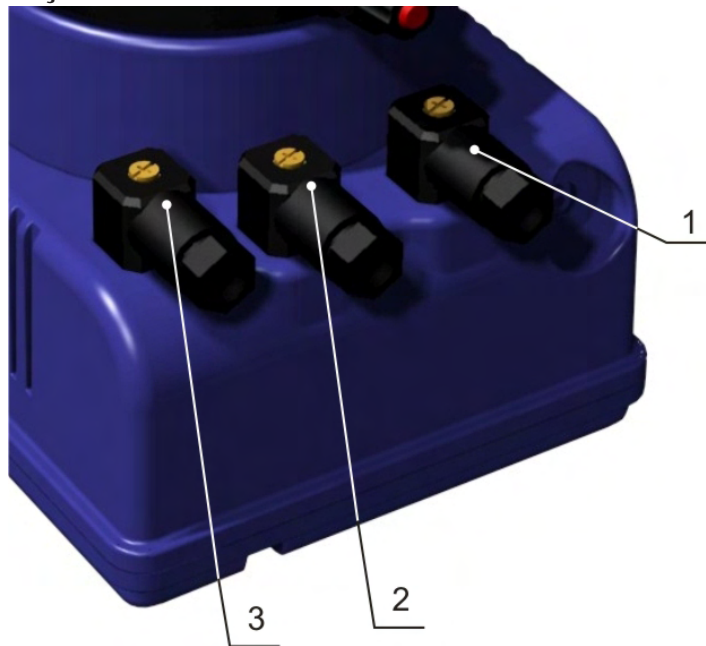

Fig. 10
3. **Purgar todo o líquido existente dentro do cabeçote da bomba. Para tal, desmonte, limpe e remonte o cabeçote da bomba com os quatro parafusos que servem para sua fixação (fig.10).**
2. Verificar pelo menos a cada 6 meses o funcionamento da bomba, o aperto dos parafusos do cabeçote e de porcas-trava, particularmente na dosagem de líquidos agressivos, efetuando um controle ainda mais frequente da concentração do aditivo no sistema; uma redução dessa concentração pode ser causada pelo desgaste das válvulas (que neste caso devem ser substituídas tendo atenção ao remontá-las como na Fig. 10) ou ainda o entupimento do filtro que deve ser limpo como indicado no item 3 a seguir.